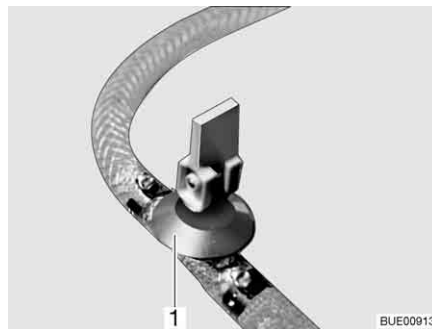

Bild 191 Ablasshahn
- Ablasshahn/Ablasshähne schließen. Dazu den Kipphebel (Bild 191,1) waagrecht stellen.
- Ablasshahn/Ablasshähne (Bild 191) öffnen. Dazu den Kipphebel (Bild 191,1) senkrecht stellen. Der Boiler wird nach außen entleert.